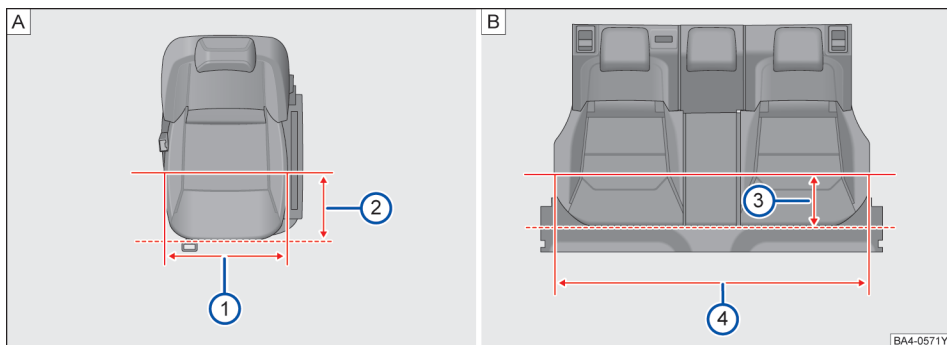

图 84 座椅座宽
如图→图 84[A] 在距离前排座椅边缘 200mm 时→图 84[A]②，前排座椅座垫宽度为 488mm 或 487.7mm→图 84[A]①。
如图→图 84[B] 在距离后排座椅边缘 200mm 时→图 84[B]③，后排座椅座垫宽度为 1346mm→图 84[B]④。